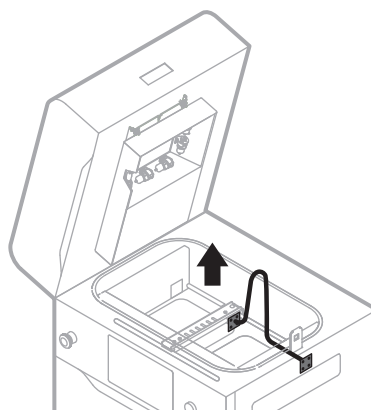

Abb. 4 Ziehen der Montageplatte heraus, über den Roller.
10. Ziehe das Ende des Cords (ohne das Spring) über den Recoater Roller, zuerst mit der Montageplatte und dann mit dem Ende, durch den Spalt zwischen der Drehwelle und dem Gehäuse. Vergewissere dich, dass Du den Recoater Roller nicht berührst (Abb. 4).